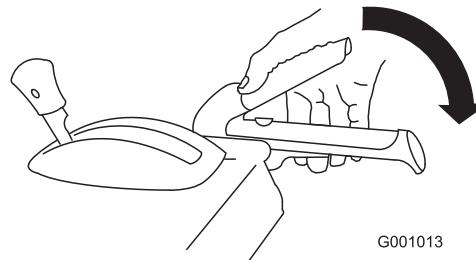

Figure 39
2. Engagez le levier de déplacement de la fraise à neige/turbine et maintenez-le en place (Figure 39).